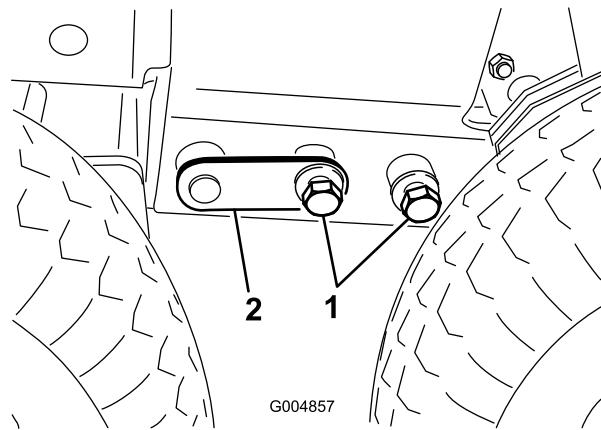

Figura 50
10. Ajuste el gato de suelo según sea necesario para instalar los pernos (3/4 pulgada) en cada lado (Figura 50). Apriete los pernos a 359 N·m (265 pies-libra).